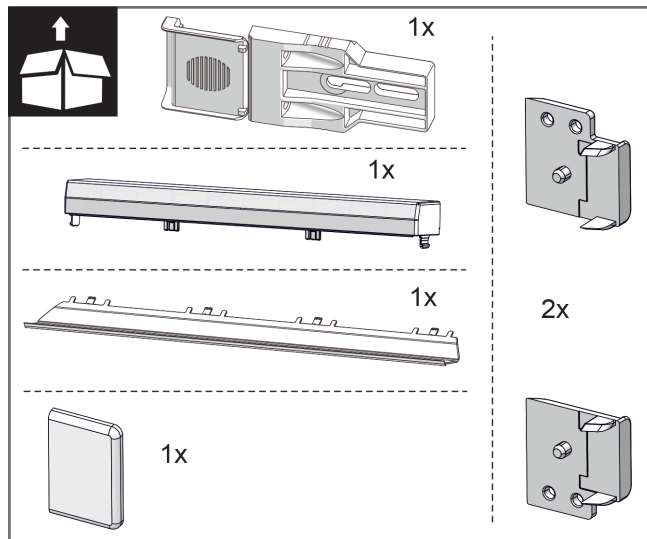
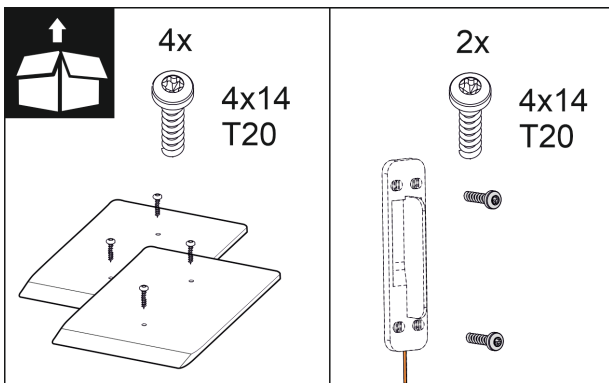

Fig. 10
Fig. 16
2. Preverite dele za montažo v priloženem paketu. *Fig. 10 () do Fig. 16 ()*
**Delci za montažo v priloženem paketu *Fig. 10 () do Fig. 16 ()***